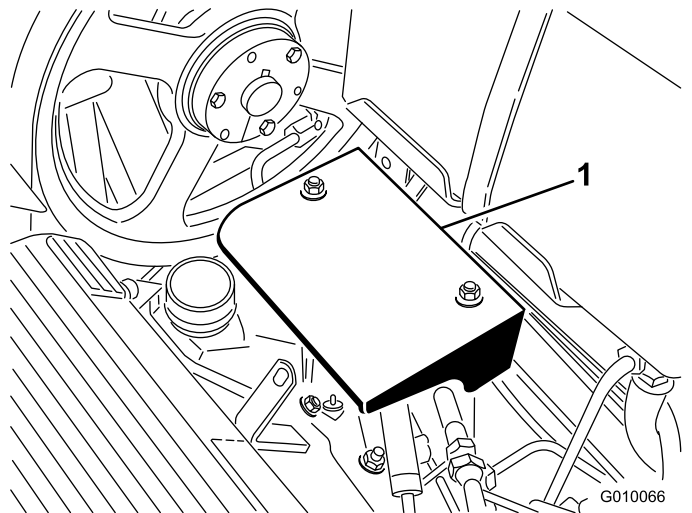

Bild 57
3. Entfernen Sie die beiden Befestigungsmuttern des Pumpenschutzblechs und nehmen Sie das Schutzblech ab (**Bild 57**).